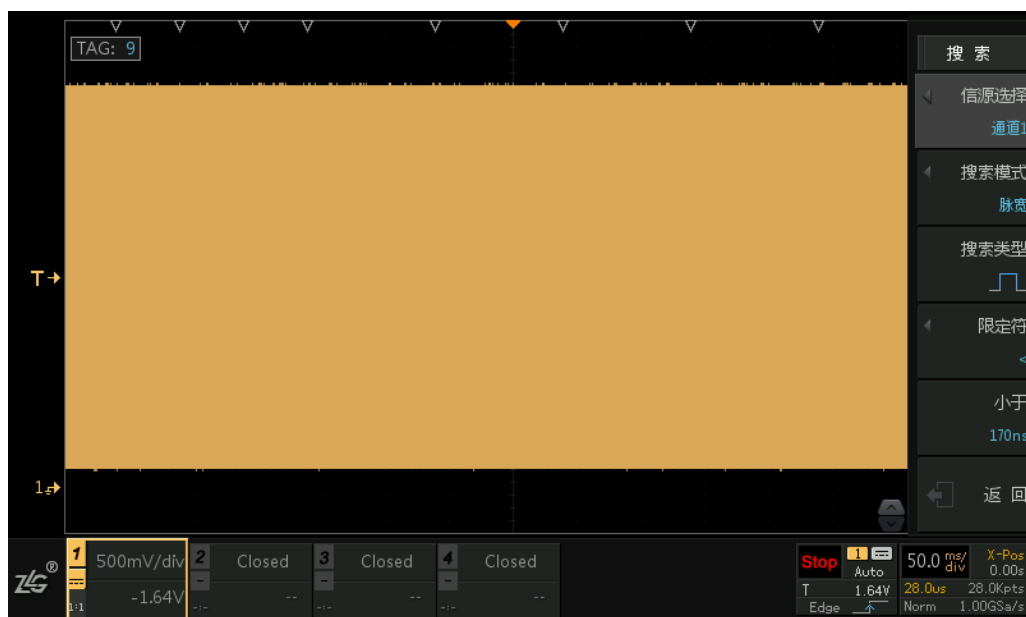

图 13.6 搜索设置
- 5、调节水平时基旋钮，将时基调为 50ms 左右，尽量让屏幕上有较多的波形，结果如图 13.6 所示，屏幕上的三角形白点即位搜索结果；